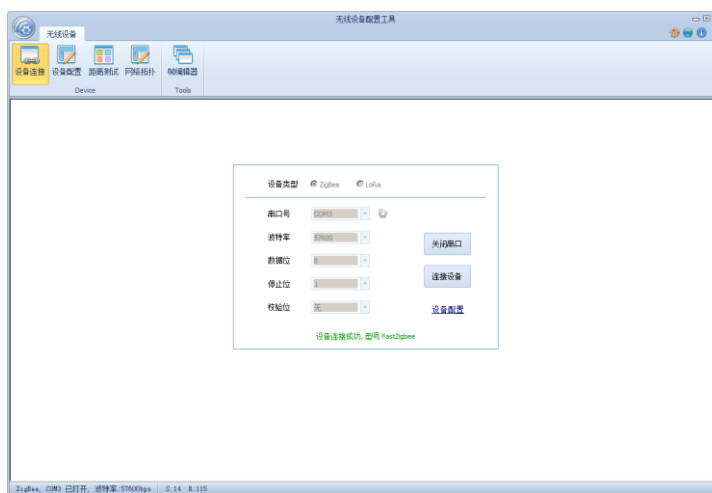

图 6-1 连接设备
1. 打开配置工具, 选择连接 AW516x Demo Board 评估板的串口, 设备类型选择 ZigBee, 串口参数按照模块配置的串口参数设置 (模块出厂的默认参数是波特率 57600、8 位数据位、1 位停止位、无校验), 点击【打开串口】, 然后点击【连接设备】, 提示设备连接成功, 如图 6-1 所示。